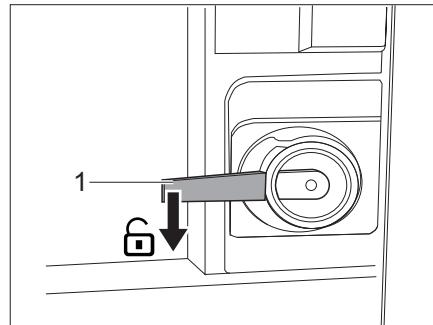

Fig. 22 Serratura della porta di ingresso, lato interno, aperta
- Premere la maniglia della porta (Fig. 22,1) verso il basso.